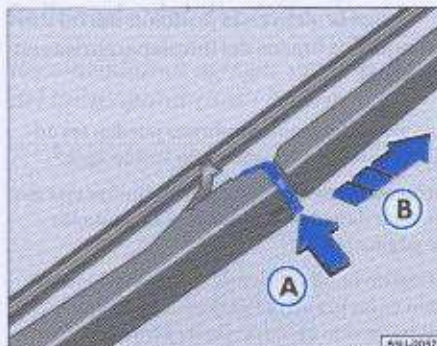

Fig. 116 Sustitución de la aleta del limpiador de la luneta
- Presione la traba de la aleta del limpiador de la luneta → fig. 116, en el sentido de la flecha (A).
- Tire de la aleta del limpiador del cristal → fig. 116, en el sentido de la flecha (B).
- Inserte una aleta nueva con la misma longitud y de la misma versión en el brazo del limpiador del cristal, en el sentido contrario al de la flecha (B), hasta oír el "clic" de encaje de la traba.